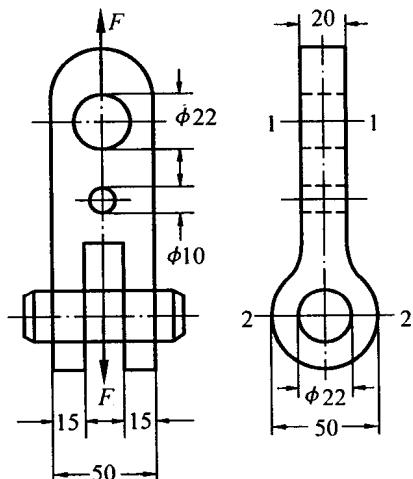

图2-2
2.2 作用于图2-2所示零件上的拉力 $F = 38 \text{ kN}$, 试问零件内部最大拉应力发生在哪个截面上? 并求其值。